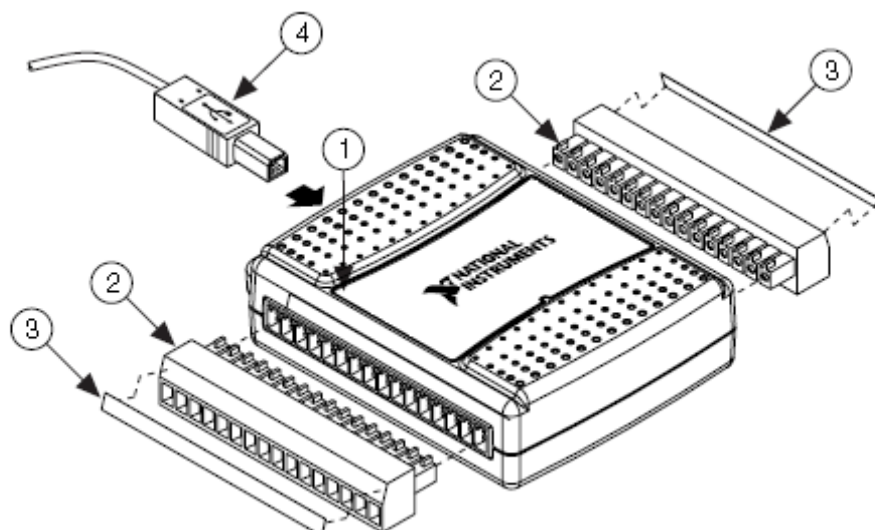

Fig.I.2. Vedere de ansamblu a modulelor multifuncționale de intrări/ieșiri analogice și numerice NI USB-6008/6009
O vedere de ansamblu a modulelor **NI USB-6008/6009** este prezentată în fig.I.2, în care:
**Pasul 2.** Se assemblează modulul conform fig.I.2, se conectează cablul USB mai întâi la modul și apoi la **PC** (atenție la manevrarea modulului pentru a se preîntâmpina descărcările electrostatice!); dacă modulul se instalează pentru prima oară, se dă comanda **Next** la orice ecran de dialog care apare, încheierea făcându-se cu comanda **Finish**.
Tabelul I.1 care urmează prezintă semnificația semnalelor aduse la conexiunile externe prevăzute cu înșurubare, în concordanță cu vederea de ansamblu prezentată în fig.I.2.
Tabelul I.1 Semnificația semnalelor la conexiunile de intrări/ieșiri prezentate în fig.I.2